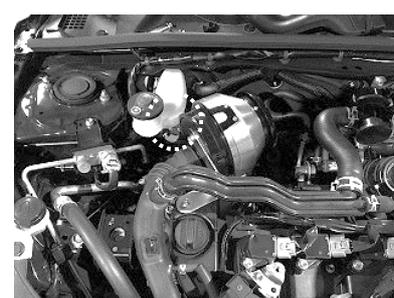

図 6
- 6)コアを仮留めし、各部に干渉が無いよう位置を調整し、各部のボルト、バンドを本締めします。図 6 参照
(この時、図 6 破線部のブレーキフルードのタンクと、固定バンドのハウジング部の出っ張りが干渉する恐れがあります。その際は、サクシジョンを無理に曲げるのではなく、一旦バンドを取り外し、ハウジング部を反対側にし、再度取り付けを行って下さい。)